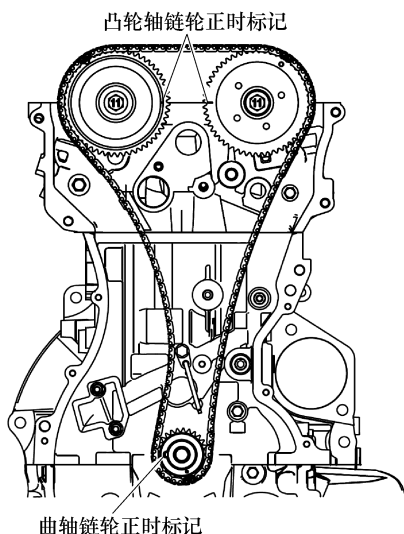

图 4-80 顺时针转动曲轴
2) 如图4-80所示, 顺时针转动曲轴以对齐链轮正时标记, 然后将第1缸置于压缩行程上止点。